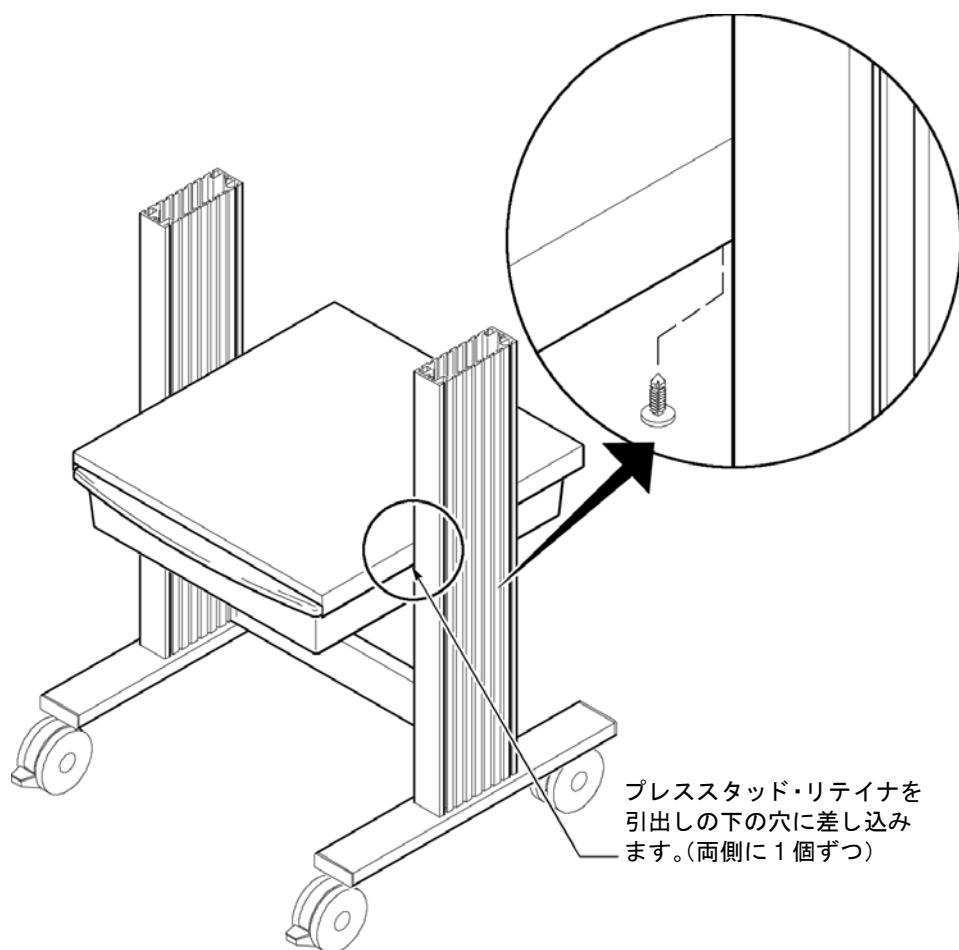

図 9: プレススタッド・リテイナの取り付け
6. 親指を使って、プレススタッド・リテナを引出しのレールの下に押し込みます。図 9 参照。